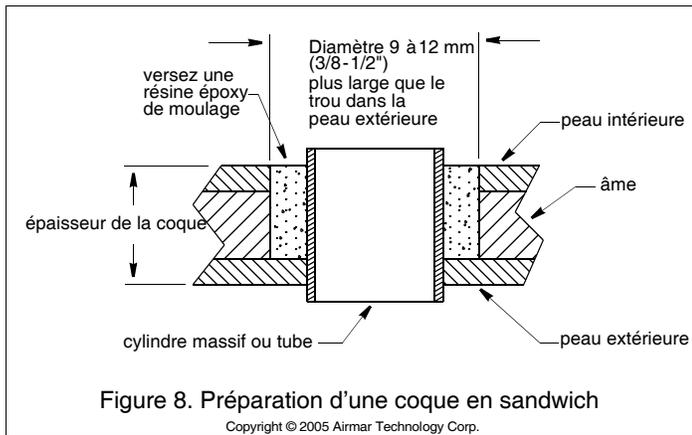

Figure 8. Préparation d'une coque en sandwich
2. À l'aide d'une scie cloche Ø 95mm ou 3-3/4", découpez un trou perpendiculaire à la surface de la coque depuis l'extérieur dans la peau extérieure uniquement (voir Figure 8). Il peut s'avérer nécessaire d'agrandir légèrement le trou à l'aide d'une meule ou d'une lime.